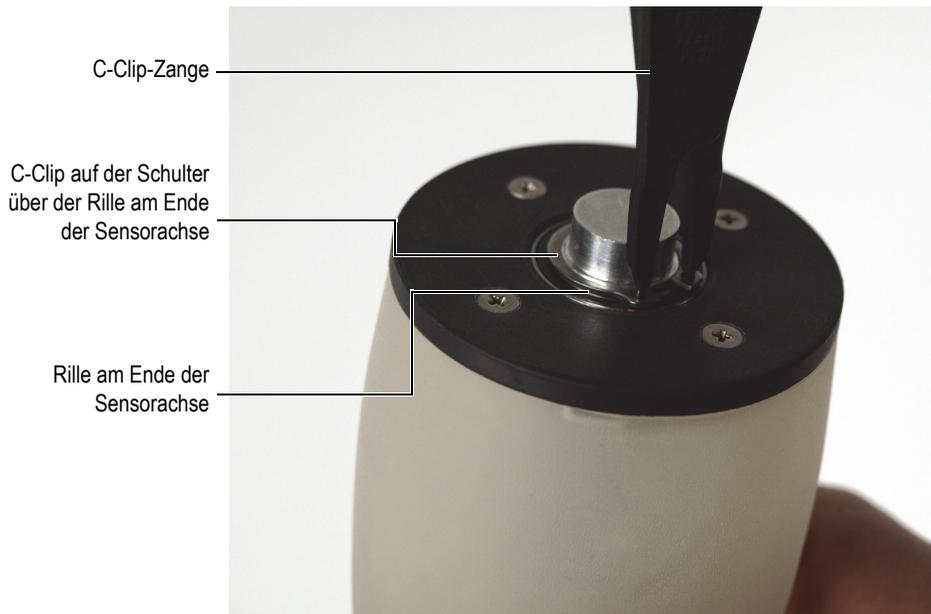

Abbildung 6-10 Anbringen des äußeren C-Clips am Sensorachsenende
2. Halten Sie die Akustikrolle senkrecht (mit der Sensorkabelseite nach unten) und bringen Sie vorsichtig den C-Clip mit der Zange auf der Schulter über der Rille am Ende der Sensorachse an (Abbildung 6-10 auf Seite 88).